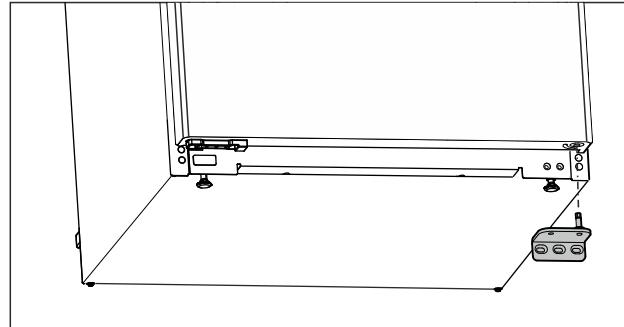

Fig. 13
- Свалете лагерната стойка надолу. (виж Fig. 13)